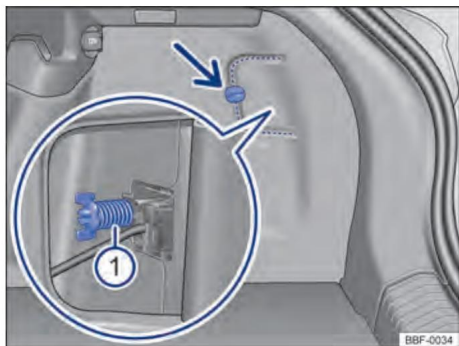
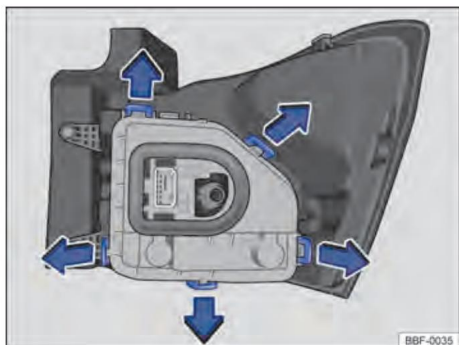

Figure. 141 Dans le coffre : déposez le cache et retirez la vis papillon 1 (loupe).
Figure. 142 Feu arrière : dépose du porte-lampe
- ① Respectez la liste de contrôle et effectuez les action → page 185.
- ② Ouverture du capot arrière → page 74.
- ③ Pour ouvrir le couvercle de la lanterne, tournez le loquet → fig. 141 (flèche).
- ④ Ouvrez le couvercle avec le loquet sur le côté.
- ⑤ Desserrez la vis papillon 1 (loupe) et retirez-la en maintenant le feu arrière.
- ⑥ Tirez délicatement le feu arrière vers l'extérieur pour le dégager de la carrosserie → .
①
- ⑦ Dégagez le connecteur d'alimentation de l'ampoule de la lumière pour retirer complètement la lumière.
- ⑧ Placez la lanterne arrière sur une surface propre et lisse.
- ⑨ Pour déverrouiller le porte-lampe, appuyez sur chaque languette de verrouillage → Fig. 142 dans le sens des flèches.
- ⑪ Pour retirer les ampoules à incandescence grillées, appuyez l'ampoule contre le boîtier et tournez-la dans le sens inverse des aiguilles d'une montre.
- ⑫ Remplacez l'ampoule à incandescence grillée par une nouvelle ampoule à incandescence du même modèle.
- ⑬ Pour insérer les nouvelles ampoules dans le porte-ampoule, insérez la nouvelle ampoule dans son logement. Appuyez sur l'ampoule et tournez-la dans le sens des aiguilles d'une montre jusqu'en butée.
- ⑭ Assurez-vous que les ampoules sont correctement fixées dans le porte-ampoules.
- ⑮ Installez le porte-ampoule dans le feu arrière. Les languettes de verrouillage → fig. 142 doit s'enclencher de manière audible.
- ⑯ Mettre le connecteur d'alimentation sur la lanterne déjà.
- ⑰ Monter soigneusement le feu arrière dans le boîtier de carrosserie.
- ⑱ Maintenez le feu arrière en position de montage d'une main et vissez la vis papillon → fig. 141
①.
- ⑲ Remplacez le couvercle de la lampe de poche dans son position et tournez le loquet pour fermer.
- ⑳ Fermeture du hayon → page 74.